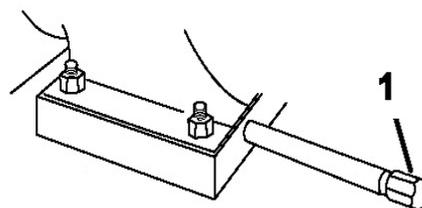

Рисунок 50.
1. Очистите поверхность вокруг крышки сливного отверстия (Рис. 50)